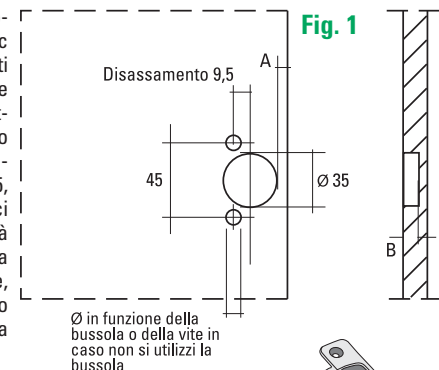

Fig. 1
Smontare la tavoletta di sostegno (8) e posizionare l'attrezzatura su un piano idoneo al tipo di lavoro. Procurarsi un'asta di $\varnothing 10$ e lunghezza idonea alla lavorazione da eseguire e inserirla nel foro (9), posizionare la battuta di riferimento e bloccare il tutto con i pomelli (3), fissare al piano uno o più blocchetti di riferimento in funzione della lunghezza della finestra da forare. Regolare le viti (7) e (4) (Vedi foto.1) in funzione delle quote "A" e "B" (vedi Fig. 1), infine posizionare la finestra da forare (vedi Fig. 2).